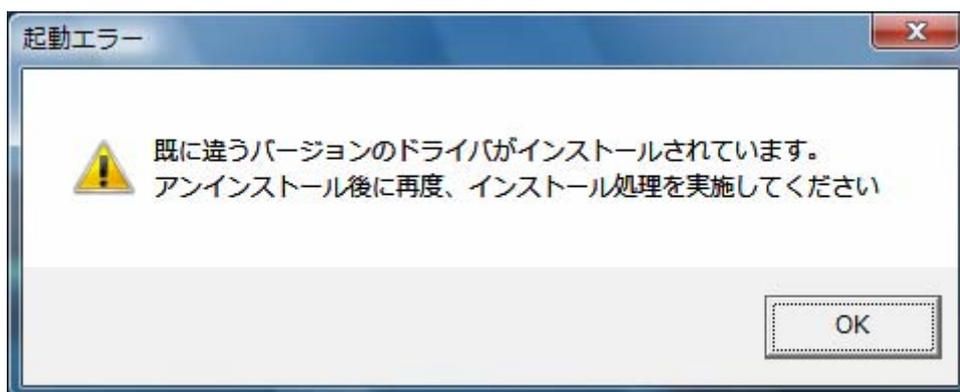

図 6.1 起動エラーメッセージ
インストール起動時に、図 6.1 のメッセージが表示される場合があります。このメッセージは、既に違うバージョンのドライバがインストールされている場合に表示されます。
- 注 1 プリンタドライバのインストールでは、インストール先のシステムフォルダに、既に同名のファイルが存在する場合、上書きコピーを行えません。従って、図 6.1 のメッセージが表示された場合は、必ずアンインストール処理を行ってください。
- 注 2 インストールが途中で失敗した場合や、アンインストールを行わずにプリンタを削除した場合に、システムフォルダにプリンタドライバ関連のファイルが残ってしまい、図 6.1 のメッセージが表示される場合があります。その際はアンインストールを実施後、再度インストールを行ってください。(そのようなケースの場合、アンインストール画面にプリンタ名が表示されない場合があります。「4.2 アンインストール プリンタ選択画面」注 1 を参照してください。)